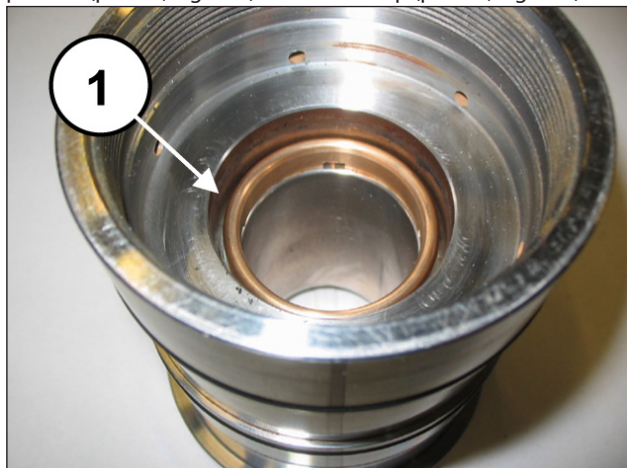

Fig. 150
Monte o anel da cabeça (pos. ①, Fig. 150), a junta de alta pressão (pos. ①, Fig. 151) e o anel restop (pos. ①, Fig. 152).